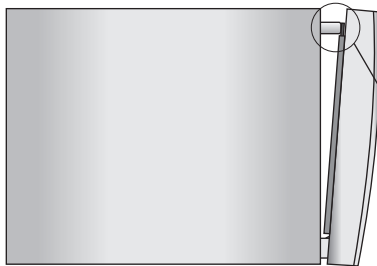

Fig.20
- f ► Ao término da esterilização a autoclave soará 1 bip, a válvula solenóide se abrirá e poderá ser ouvido o estalo de sua abertura, nesse momento a autoclave despressurizará, ao seu término, o manômetro indicará pressão "0". A seguir a autoclave entrará no ciclo de secagem emitindo 10 bips, o LED indicativo **Aquecendo/Secando** acenderá (Fig.19). **Neste momento é necessário que o operador entreabra a porta para a secagem** (Fig.20, pág. 14).